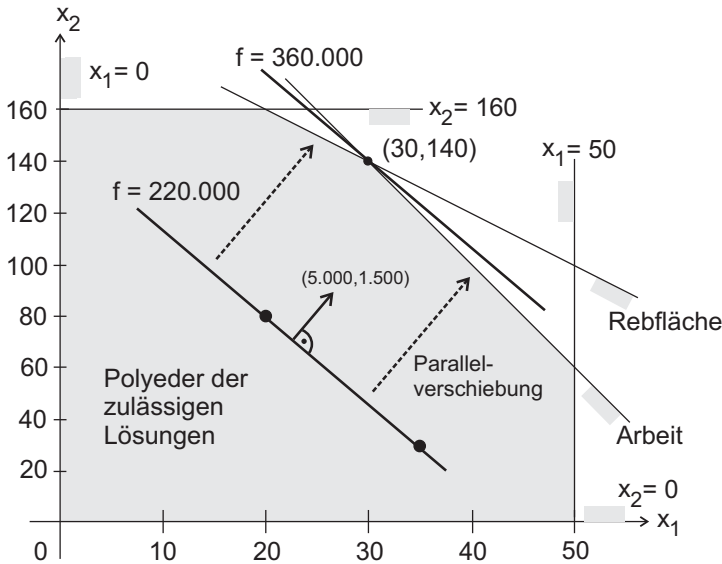
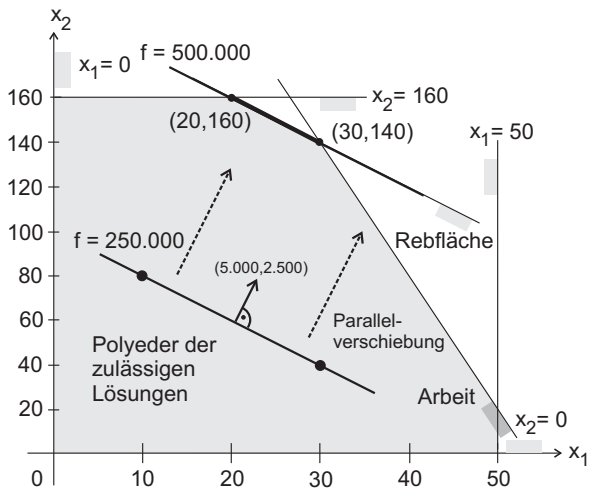

Abb. 2.2: Graphische Lösung des Maximierungsproblems
Abb. 2.5: Graphische Lösung des geänderten Winzerbeispiels
Durch einfache Rechnung erhält man leicht die auf ihr liegenden Punkte $(30, 140)$ und $(20, 160)$. (Die einfacheren Schnittpunkte der Geraden mit den Achsen $(0, 200)$ und $(100, 0)$ sind für die Gesamtskizze Abb. 2.2 unvorteilhaft.) Nun überprüft man
Die Menge der zulässigen Lösungen des Optimierungsproblems (eigentlich des gegebenen Ungleichungssystems) ergibt sich nun aus der Schnittmenge aller eingezeichneten Halbebenen. Dabei ist zu beachten, dass die beiden Nichtnegativitätsbedingungen den Schnitt auf den ersten Quadranten des Koordinatensystems einschränken. Die zulässige Lösungsmenge ist als grauer Bereich in Abbildung 2.2 dargestellt.
und ist als Vektor in Abb. 2.2 eingezeichnet. Verschiebt man also die Gerade parallel vom Ursprung weg, so erhöht sich der Zielfunktionswert. Diese Verschiebung ist so lange möglich, wie die Gerade noch mindestens einen gemeinsamen Punkt mit der
- Die zur neuen „Arbeitskapazitäts-Ungleichung“ gehörende Gleichung $30x_1 + 5x_2 = 1.600$ geht durch die Punkte (40, 80) und (30, 140). Wählt man für die neue Zielfunktion die Niveaulinie $f(x_1, x_2) = 5.000x_1 + 2.500x_2 = 250.000$, so liegen auf dieser die Punkte (30, 40) und (10, 80). Der Gradient lautet nun $\nabla f(x_1, x_2) = (5.000, 2.500)^T$. Diese Änderungen gegenüber Abb. 2.2 sind in Abb. 2.5 eingezeichnet. Eine Parallelverschiebung in Gradientenrichtung